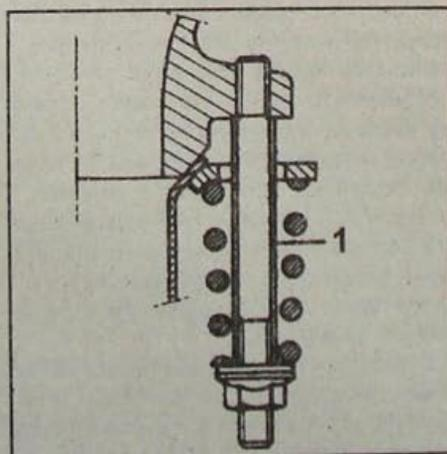

Рис. 2.49. Болт (1) хомута крепления фланца приемной трубы системы выпуска отработавших газов
- Затяните подпружиненные болты хомутов крепления фланцев приемной трубы системы выпуска отработавших газов (рис. 2.49).